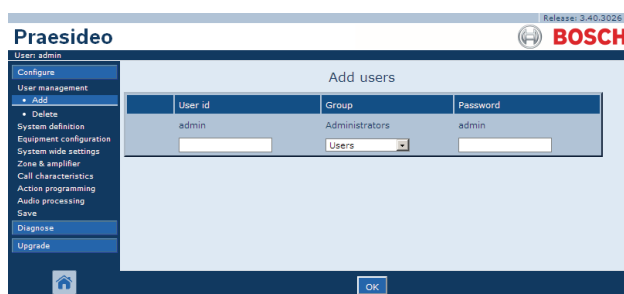

Abb. 41.2: Neue Benutzer definieren, Schritt 1
- 1 Rufen Sie *Configure > User management > Add* auf. Im Mainframe der webbasierten Benutzeroberfläche erscheint ein Bildschirm, der dem in Abb. 41.2 ähnelt.